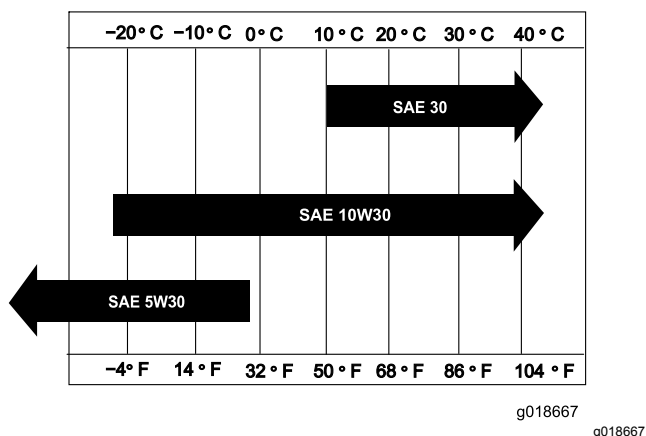

Figura 26
**Viscosidade:** selecione a viscosidade do óleo de acordo com a temperatura ambiente; consulte Figura 26.